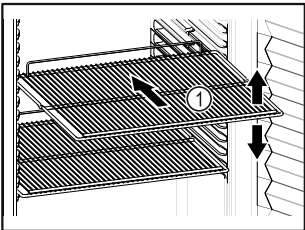

Fig. 56 Shembull ilustrues
- Nëse raftet me rrjetë Fig. 56 (1) mund të zhvendosen, atëherë përshtatini sipas lartësisë.